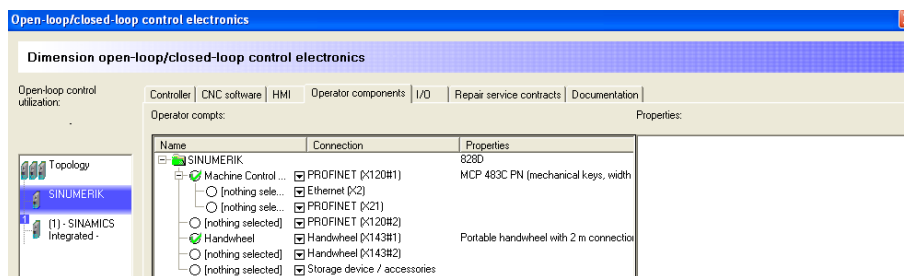

Figura 3.2.117 “Operator components”
- *Operator components* (figura 3.2.117): en esta pestaña de opciones se seleccionan los componentes con los que el operario se comunicará con el controlador.
- *Machine control panel*: se ha seleccionado el modelo 483C con comunicación profinet (Ethernet industrial aplicada a campo de trabajo). El cual como se puede observar en la figura 3.2.117, se compone de una seta para paradas de emergencia, dos selectores rotativos (uno para regular la velocidad de los motores de avance, es decir, los de los ejes y el otro para regular la velocidad de giro del cabezal), además de 50 teclas con led incorporado entre las que se encuentran unas especializadas para el proceso de fresado y otras preparadas para libre configuración.